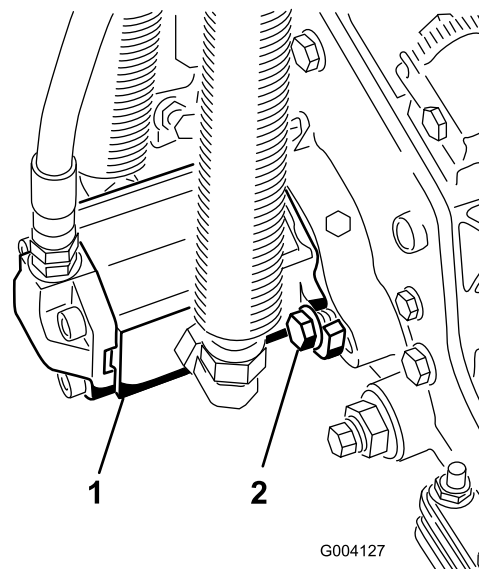

Figure 13
16. Montez le moteur en le tournant dans le sens horaire jusqu'à ce que les brides passent les boulons (Figure 13).